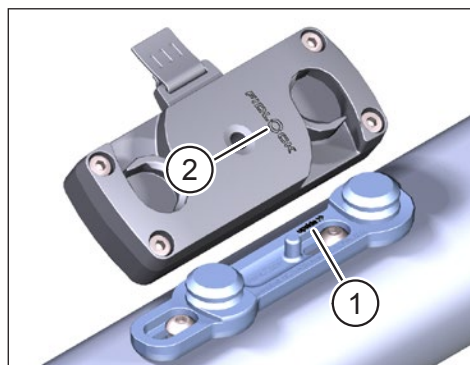

Fig. 2: Orientation du FIDLOCK® Bike Base et du FIDLOCK® Force Connector
- Lors du montage, tenir compte de l'inscription „**upside >>**” (élément 1 Fig. 2) gravée sur le FIDLOCK® Bike Base. Le bord supérieur du logo FIDLOCK® (élément 2 Fig. 2) sur le FIDLOCK® Force Connector doit être orienté dans le sens de la flèche „**upside >>**”.